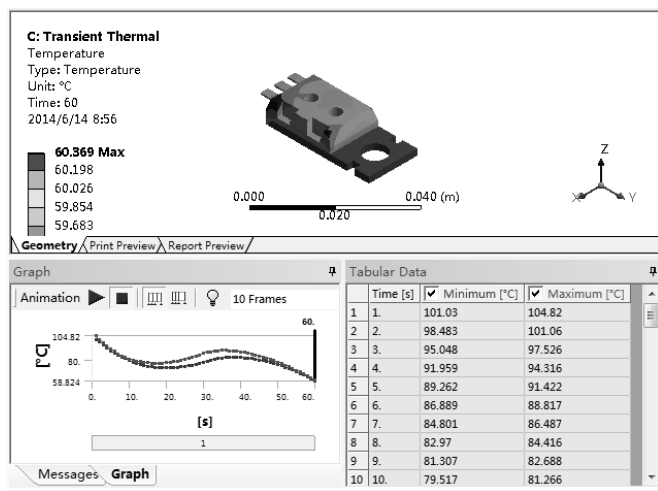

图 11-64 显示温度变化图
5) 选中【Solution (C6)】节点下的【Temperature】选项，在【Graph】对话框中单击►按钮，图形区显示温度变化过程，如图 11-64 所示。